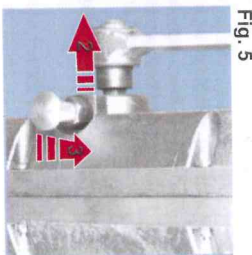

Fig. 5
3. Dra ut rastebolten med kulehendtak (se fig. 4) (handling 1), da sprøtter håndsvaivaksen (handling 2) hørbart og synlig (fig. 5) ut ved hjelp av fjærkraft.